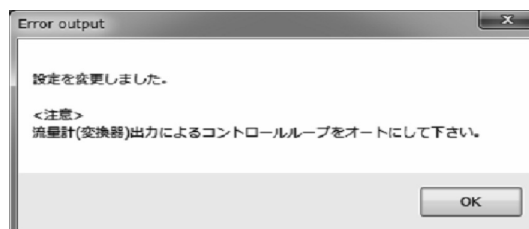

図56
- ⑥ 「OK」をクリックし、選択した設定値に変更されると、メッセージボックス(図56)が表示されますので、「OK」ボタンをクリックすれば設定は終了です。